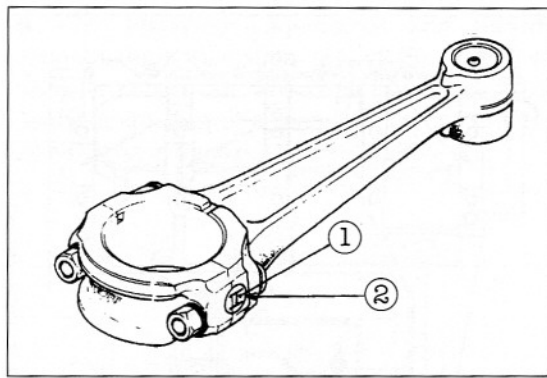

Bild 254
-  Darauf achten, dass die Buchstabenhälften an Pleuelstange und Lagerdeckel perfekt zueinander passen (Bild 254).